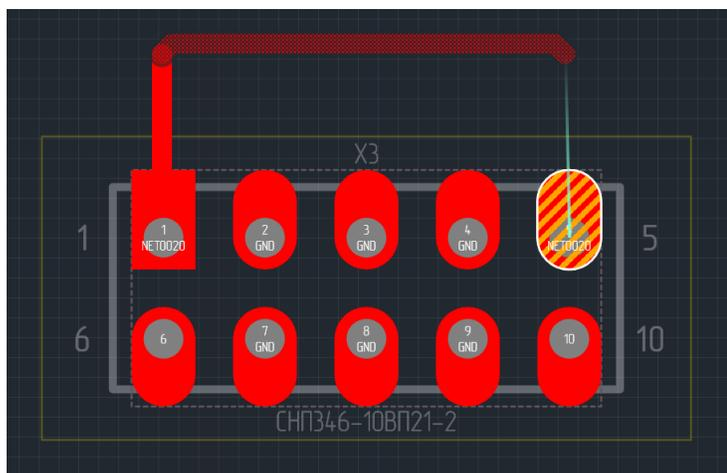

Рис. 237 Зафиксированный участок трека
2. Подтвердите выбор точки, через которую будет проложен трек. Для этого нажмите левую кнопку мыши, чтобы зафиксировать предлагаемый участок, см. Рис. 237.